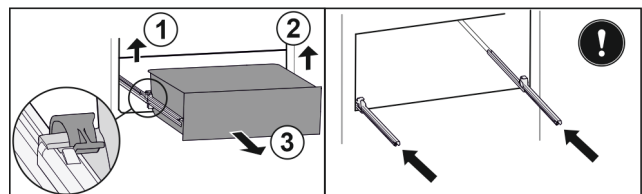

Fig. 92
- ▶ Приподнимите левый зажим и одновременно вытяните движением вперед выдвижной ящик слева. Fig. 92 (1)
- ▶ Приподнимите правый зажим и одновременно вытяните движением вперед выдвижной ящик справа. Fig. 92 (2)
- ▶ Извлеките выдвижной ящик движением вперед. Fig. 92 (3)